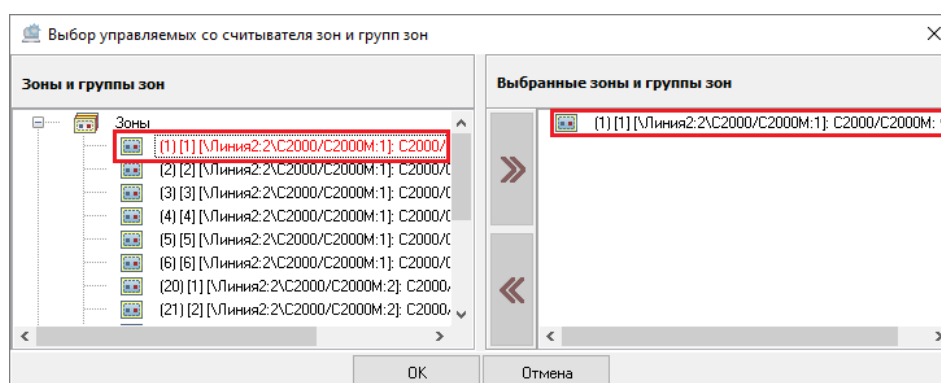

Рисунок 6-403 Выбранная в качестве управляемой со считывателя зона
При этом для зон/групп зон, выбранных в качестве определяющих состояние выхода, применяется маркировка **красным шрифтом** (см. Рисунок 6-403).
- дважды щелкните левой клавишей мыши по зоне/группе зон в поле «Зоны и группы зон». Зона/группа зон будет добавлена в поле «Выбранные зоны и группы зон» (см. Рисунок 6-403);